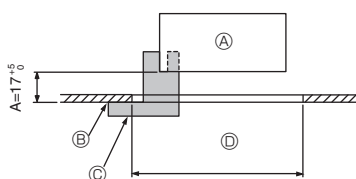

Fig. 9-2
①	Grille	1	950 × 950 (mm)
②	Schéma d'installation	1	(Divisé en 4 parties)
③	Vis (4 × 16)	1	Pour PLP-6EAE, PLP-6EALME2
④	Panneau en coin i-see sensor	1	Pour PLP-6EAE, PLP-6EALME2
⑤	Télécommande sans fil	1	Pour PLP-6EALM2, PLP-6EALME2
⑥	Support de la télécommande	1	Fournie s'il s'agit d'un modèle avec télécommande sans fil. *
⑦	Piles LR6 AA	2	Fournie s'il s'agit d'un modèle avec télécommande sans fil. *
⑧	Vis autotaraudeuses 3,5 × 16	2	Fournie s'il s'agit d'un modèle avec télécommande sans fil. *
9.2. Préparation avant d'attacher la grille (Fig. 9-2)